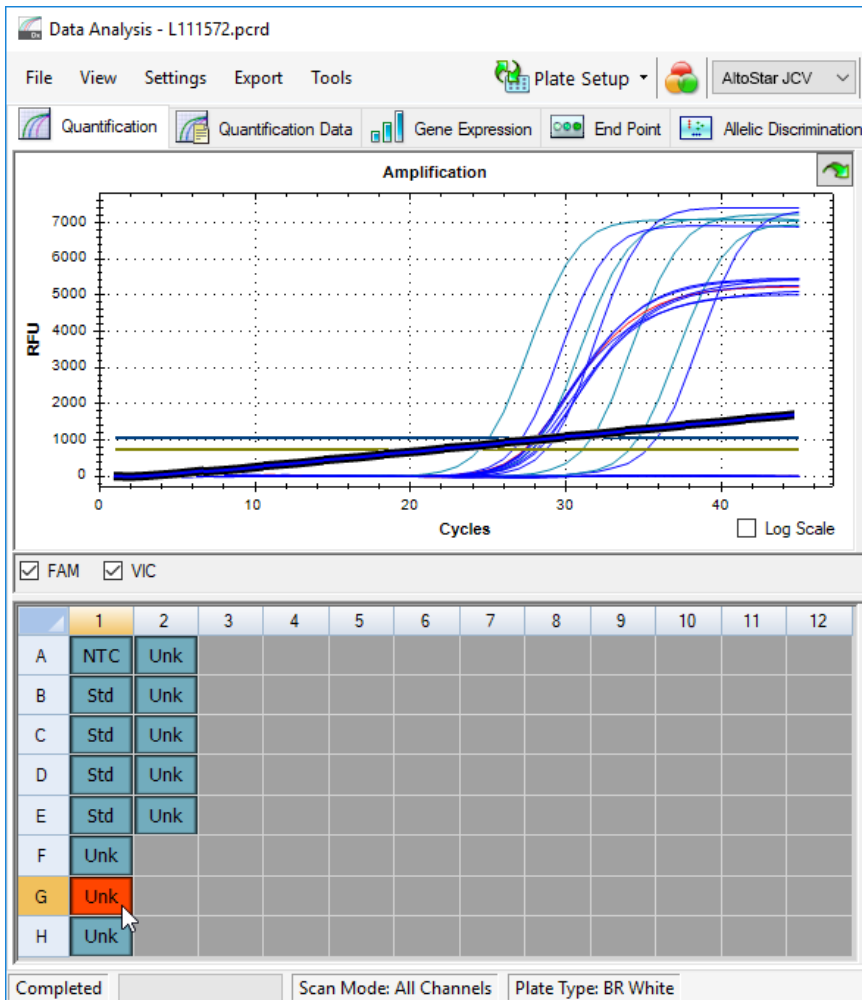

Abb. 6: Fenster Data Analysis (Datenanalyse): irreguläres PCR-Signal
2. Identifizieren Sie Wells mit irregulären PCR-Signalen (lineare Signalzunahme, Signalspitzen usw.) in den Detektionskanälen FAM™ (JCV-Ziel) und VIC™ (IC) (siehe Abbildung 6).